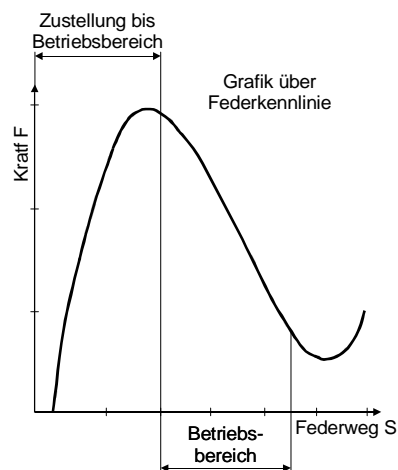

Bild 12
Die Einstellung erfolgt durch Verdrehen der Einstellmutter (6). Die eingebauten Tellerfedern (10) werden im negativen Bereich der Kennlinie (siehe Bild 12) betrieben, d. h. ein Anziehen der Einstellmutter (6) bewirkt ein Absinken der Federkraft, bzw. ein Lösen der Einstellmutter (6) ein Ansteigen der Federkraft.